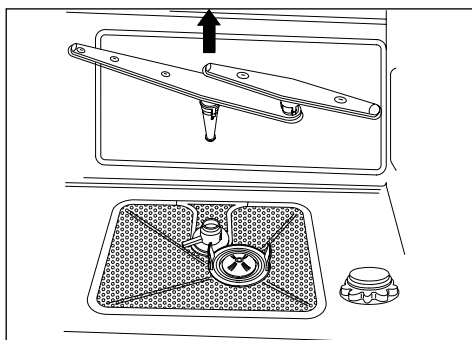

Abb. 15
- Nehmen Sie den unteren Sprüharm heraus, indem Sie diesen senkrecht nach oben ziehen (siehe Abb. 15).